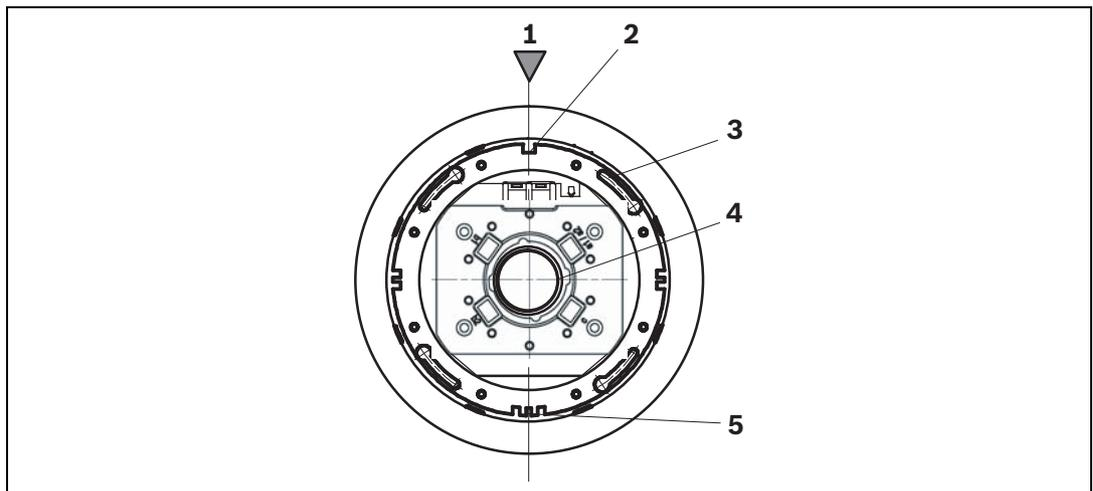

Figura 3.7 Colocación de la base en la caja posterior para montaje en el techo
1. Coloque la base en la caja posterior para montaje en el techo de modo que la marca de la caja posterior (consulte la *Figura 3.7 (1)*) coincida con la ranura guía simple de la base **(2)**.